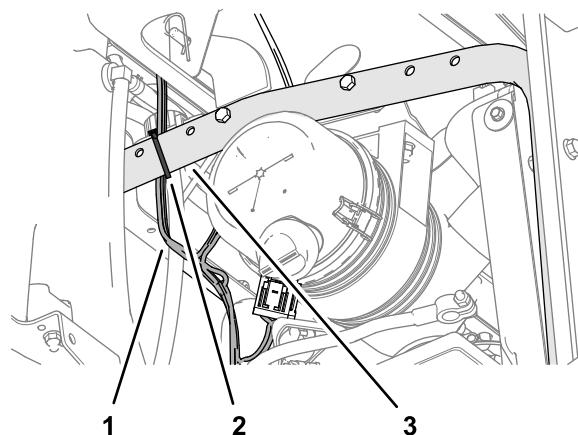

Bild 19
3. Befestigen Sie den Stromkabelbaum über der Maschine am Kühlerstützrohr, wie in Bild 19 abgebildet.